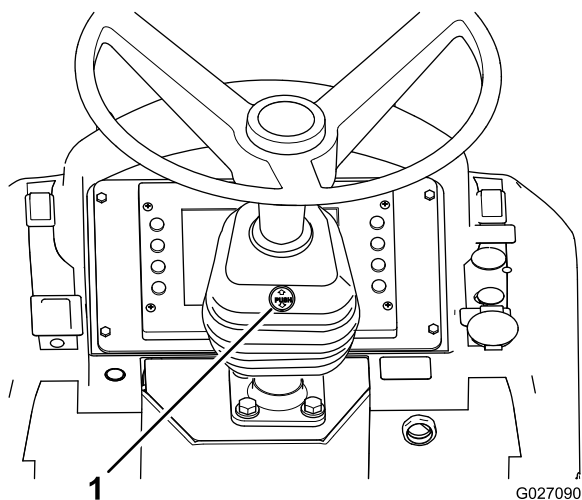

Figure 11
3. Appuyez sur le mécanisme de verrouillage (situé sous l'inscription PUSH qui est imprimée sur le soufflet de la colonne de direction) jusqu'à ce que la colonne soit déverrouillée (Figure 11).
5. Relâchez le mécanisme de verrouillage et assurez-vous que la colonne de direction est bien verrouillée en position (Figure 11).